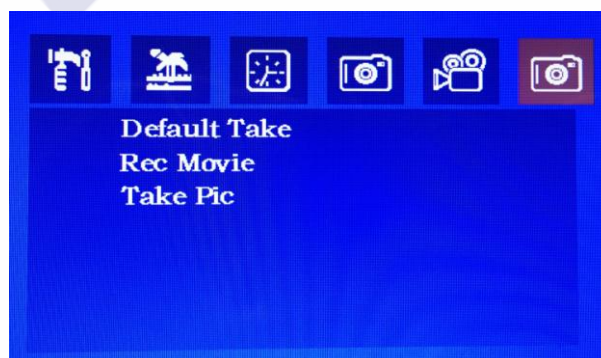

图 2/Picture 2
5.3.3. 在直通模式下, 按键 SW4 进入菜单界面 (如图 2) / Under normal mode, press SW4 entry this menu (picture 2):